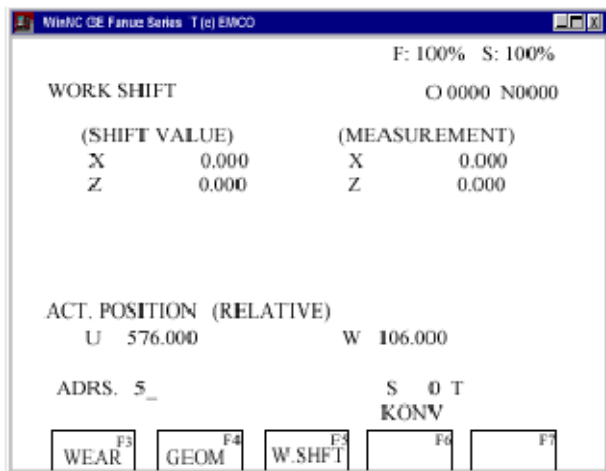

Рис.8. Окно ввода для смещения нуля
- Открывается окно ввода (см. рис. 8)